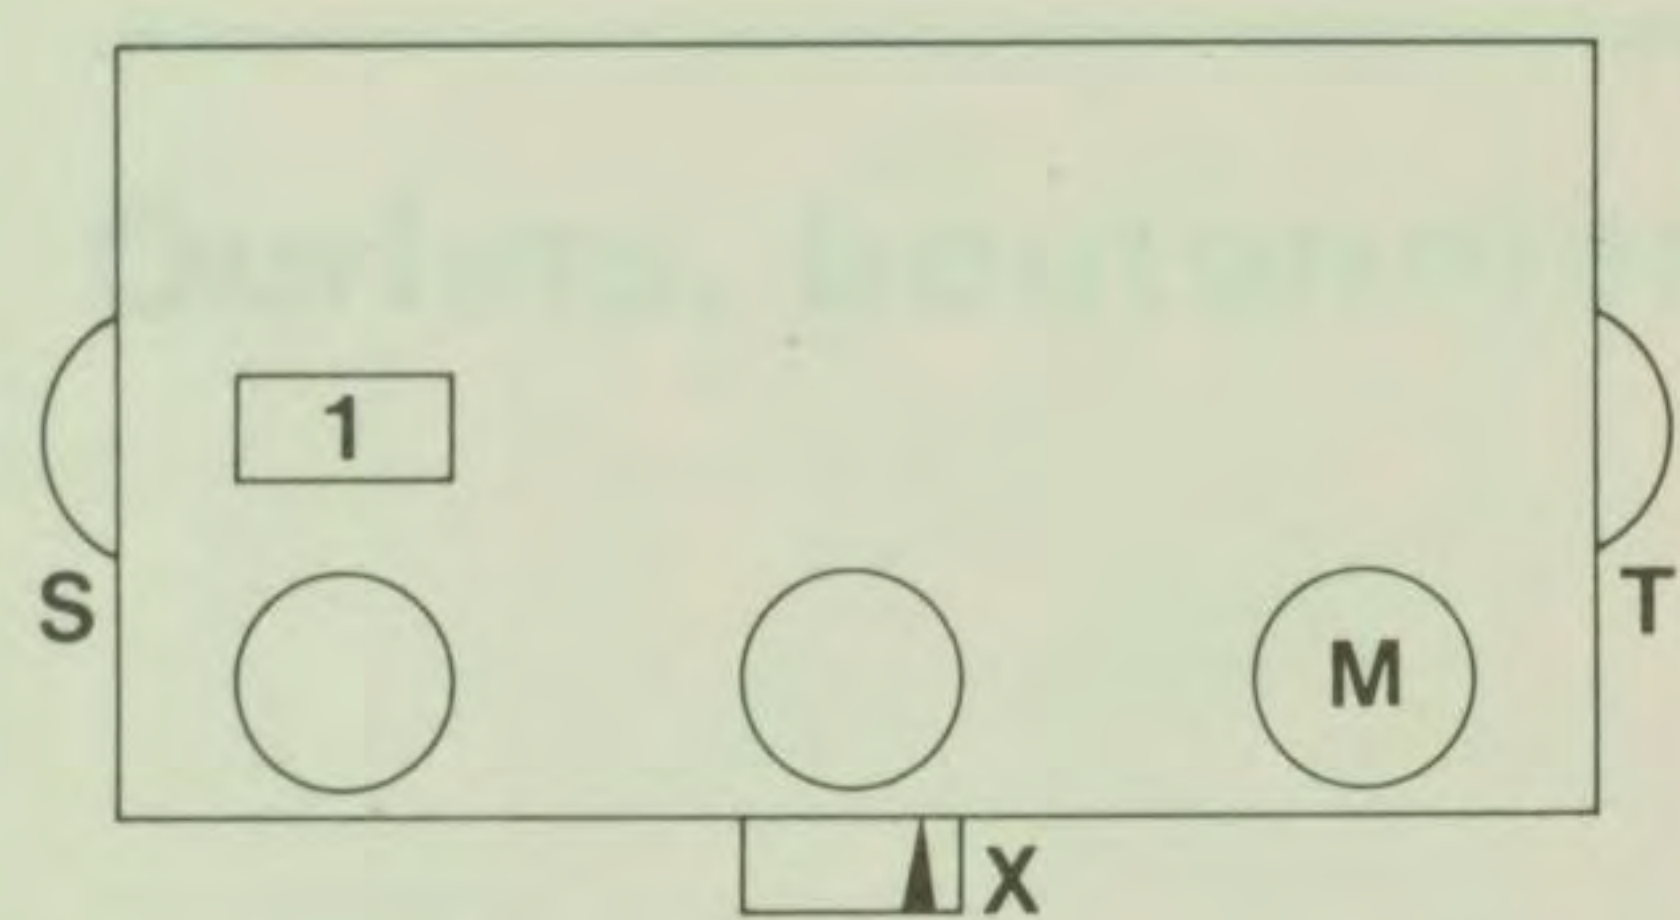

Fig. 86
3. Tricotage en « mille raies » bicolore (double chute) avec rayures intercalées, Fig. 86 à 90.
Levier W-X sur X, Fig. 86.